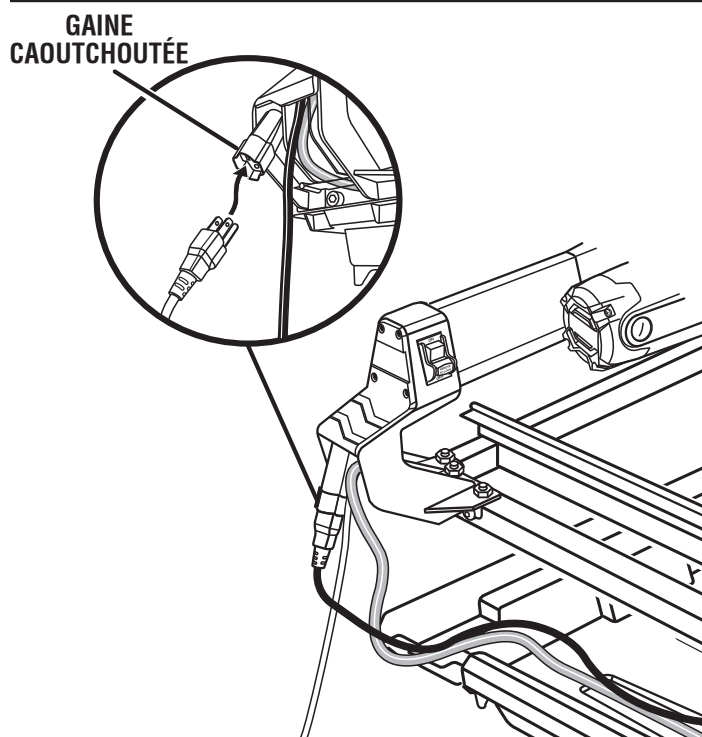

Fig. 14
- Placer la pompe d'eau corde électrique sous les barres de cadre et sur le côté gauche du bâti selon la figure 14.